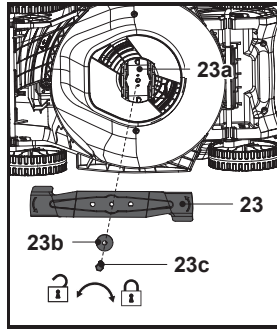

Fig. 20
5. Înlocuiește cuțitul (23) cu unul nou de același tip. Verifică mai întâi starea suportului cuțitului (23a) pe ax, apoi fixează cuțitul (23) pe suport (23a) aliniindu-l cu modelele de pe suport, fixează ansamblul cu șaiba plată (23b) și șurubul de montare (23c) și strânge cu mâna.
6. Ține bine cuțitul (23) cu o mână protejată cu mănușă rezistentă și/sau cu un băț, strânge șurubul de montare (23c) în sens orar la min. 25 Nm, max. 35 Nm pentru funcționarea în siguranță a produsului (fig. 20).